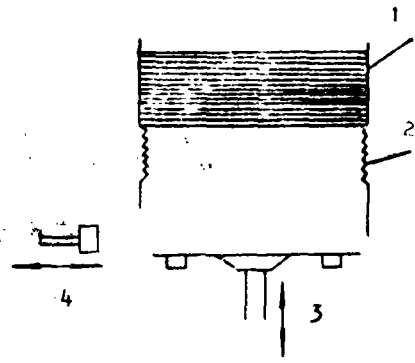

图1 料垛和吸料送料机构。
(1) 毛坯吸入机构 (2) 将剪裁成的马口铁板材置入堆料垛中,吸料机构通过真空吸力将板材通过分张机构一片片地吸下,送入柔化成圆机构中去。图1为料垛和吸料推料机构简图。